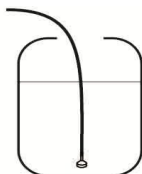

Fig.9
- 2- Brancher le tube en dotation dans le récipient de produit de rinçage et du détergent (si disponible). (Fig.9)